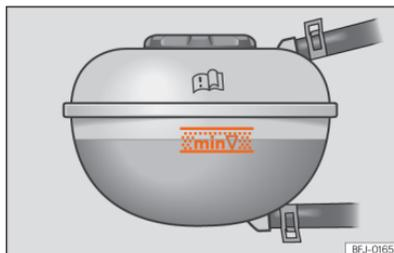

Abb. 202 Im Frontraum: Markierung am Kühlmittelausgleichsbehälter.
- Überprüfen Sie bei kaltem Motor den Kühlmittelstand an den seitlichen Markierungen des Ausgleichsbehälters >>> (Abb. 202). Der Kühlmittelstand muss zwischen den Markierungen liegen.
»» **[Abb. 202]. Nicht über die Oberkante des markierten Bereichs auffüllen** »» ⚠.
- Das Kühlmittel darf beim Auffüllen die Oberkante des markierten Bereichs nicht überschreiten »» **[Abb. 202]**. Andernfalls kann überschüssige Flüssigkeit bei steigender Temperatur aus dem Motorkühlsystem ausgestoßen werden und Schäden verursachen.